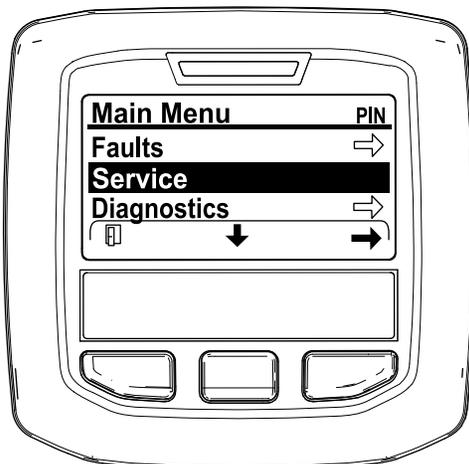

Figura 49
- Vá até ao MENU PRINCIPAL, prima o botão central para ir até ao MENU DE MANUTENÇÃO e prima o botão direito para seleccionar a opção de MANUTENÇÃO (Figura 49).